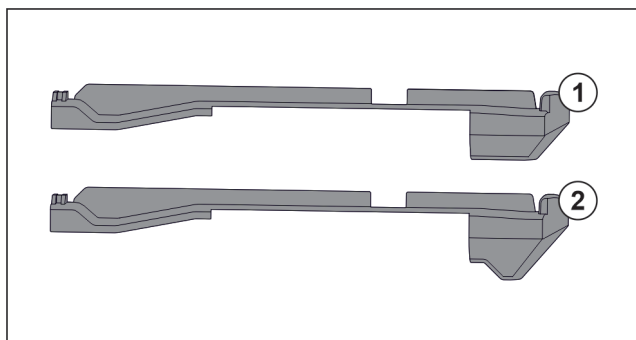

Fig. 141 对比插装件
冰箱中有两种不同的插装件。最底部抽屉上方的插装件 Fig. 141 (2) 有一个三角形的边缘。其他所有的插装件 Fig. 141 (1) 都有一个直的边缘。
- ▶ 将带有三角形边缘的插装件 Fig. 141 (2) 安装在最底部抽屉上方。
- ▶ 将带有直边缘的插装件 Fig. 141 (1) 安装到所有其他的位置上。